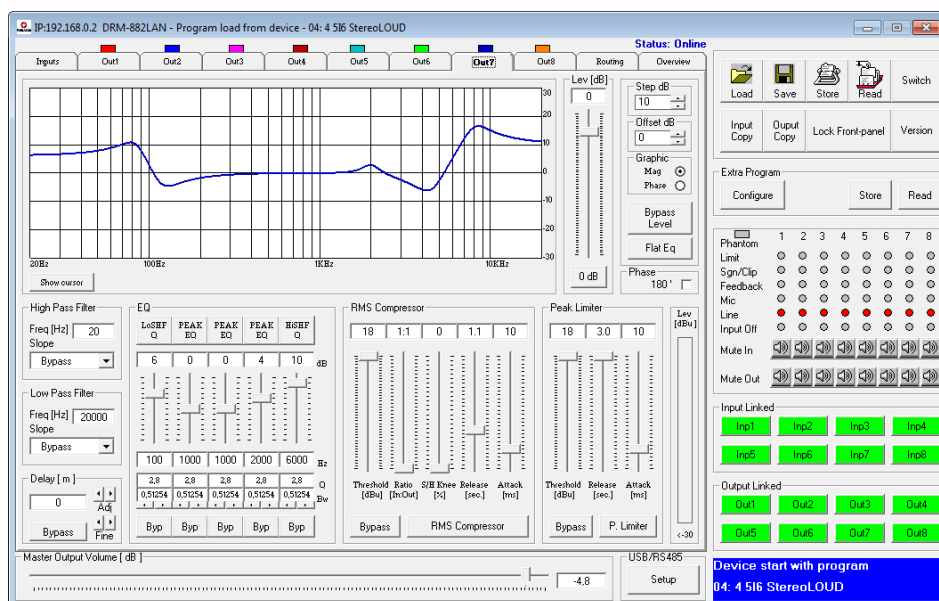
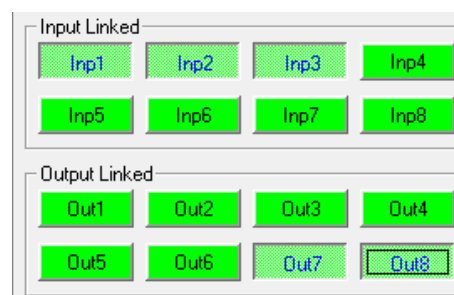

Abb. 27 Ansicht Ausgangskanal „Out7“
Abb. 32 Kopplung der Ein- oder Ausgänge
In der Ansicht für einen Ausgang (z.B. „Out7“, Abb. 27) lässt sich unter „Delay“ die Verzögerung für das Ausgangssignal einstellen. Die Einheit (Meter oder Millisekunden) kann in der Ansicht „Overview“ (Kapitel 6.3.1) geändert werden.
In der Ansicht für einen Ausgang (z.B. „Out7“, Abb. 27) können unter „High Pass Filter“ und „Low Pass Filter“ das gewünschte Hochpass- und Tiefpassfilter eingestellt werden.
Für die Klangregelung jedes Ausgangs stehen fünf unabhängige Filter zur Verfügung. In der Ansicht für einen Ausgang (z.B. „Out7“, Abb. 27) können diese Filter unter „EQ“ ein-
Wie bei der Klangeinstellung eines Eingangs lassen sich die Filter über die Einblendung von Bezugspunkten (Abb. 27) auch grafisch einstellen (Kapitel 6.4.7.1).
In der Ansicht für einen Ausgang (z. B. „Out7“, Abb. 27) können unter „RMS Compressor“ die Parameter für die Funktion des Kompressors festgelegt werden. Zur Änderung eines Parameters den entsprechenden Regler mit der Maus verschieben oder bei angewähltem Regler auf der Tastatur mit den Pfeiltasten oder Bildlauf-tasten.
In der Ansicht für einen Ausgang (z. B. „Out7“, Abb. 27) unter „Lev [dB]“ die Verstärkung, d. h. den Ausgangspegel im Bereich -127 ... +18 dB einstellen. Zur Änderung der Verstärkung den Regler mit der Maus verschieben oder bei angewähltem Regler auf der Tastatur mit den Pfeiltasten oder Bildlauf-tasten. Zum schnellen Zurückstellen auf 0 dB die Schaltfläche „0 dB“ unterhalb des Reglers anklicken.
In der Ansicht für einen Ausgang (z. B. „Out7“, Abb. 27) können unter „Peak Limiter“ die Parameter für die Funktion des Limiters festgelegt werden. Zur Änderung eines Parameters den entsprechenden Regler mit der Maus verschieben oder bei angewähltem Regler auf der Tastatur mit den Pfeiltasten oder Bildlauf-tasten.
- 1) Auf der rechten Seite des Fensters unter „Input Linked“ (Abb. 32) auf die Schaltflächen aller Eingänge klicken, deren Parameter gleich eingestellt werden sollen. Die Schaltflächen erscheinen „hineingedrückt“ und die Beschriftung wird blau.
- 1) Auf der rechten Seite des Fensters unter „Output Linked“ (Abb. 32) auf die Schaltflächen aller Ausgänge klicken, deren Parameter gleich eingestellt werden sollen. Wird gerade die Ansicht für einen bestimmten Ausgang (Abb. 27) gezeigt, auch die Schaltfläche für diesen Ausgang mit anklicken. Die Schaltflächen erscheinen „hineingedrückt“ und die Beschriftung wird blau.